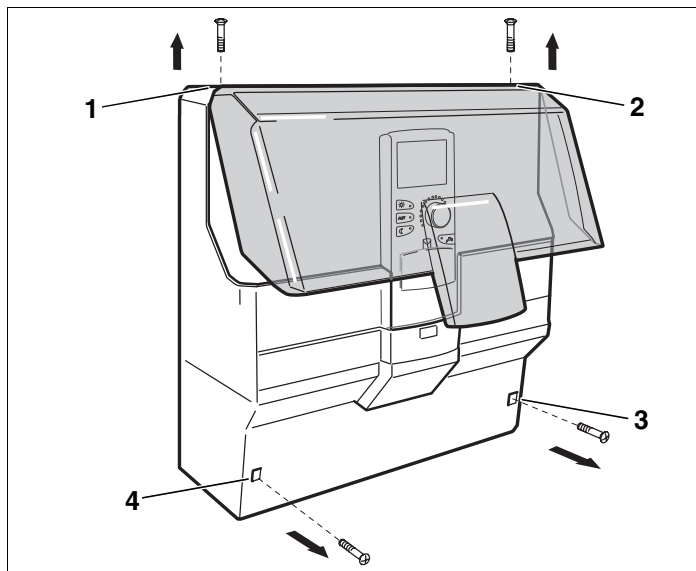

Рис. 2 Демонтаж крышки
- Отверните 2 винта на верхней крышке корпуса (рис. 2, поз. 1 и 2).
- Отверните 2 винта на нижней крышке (рис. 2, поз. 3 и 4).